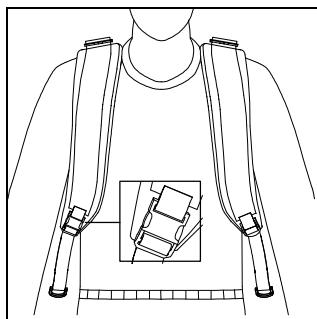

Рисунок 5 Положение плечевых ремней
ремни, потяните за ленту, как показано на Рисунок 5.
1. Одной рукой надавите на защелки быстрого освобождения на правом плечевом ремне (показано в квадрате на Рисунок 5), как показано на Рисунок 8.